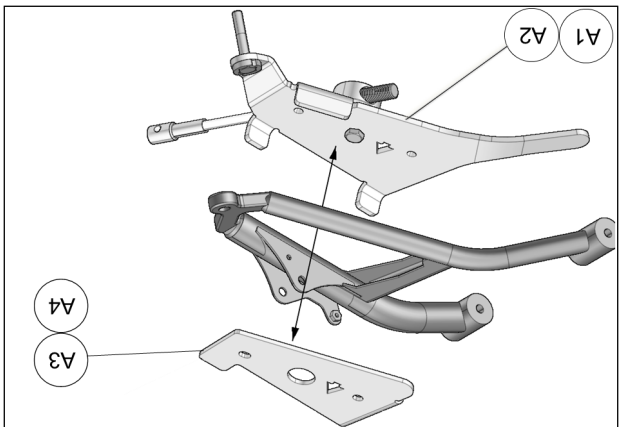

Fig. 19
11. Positionner la partie inférieure de l'ancrage anti-rotation (A1-A2) sous le bras de suspension inférieur. Positionner la partie supérieure (A3-A4) au-dessus du bras de suspension. Voir la Fig. 19